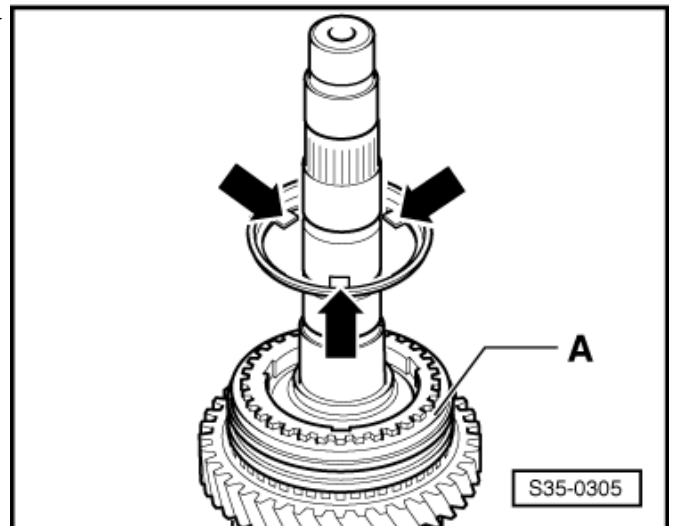

Abb. 18: Einbaulage Synchronring -A- (Innenring 1. bzw. 3. Gang) ►
- ☐ Einbaulage ⇒ Abb. 18 in **35-2** Seite 10